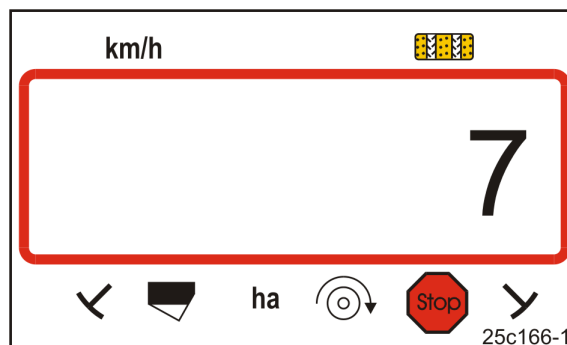

Fig. 18
- Visning: lagret kjøresporrytme, f.eks. 7 (Fig. 18).